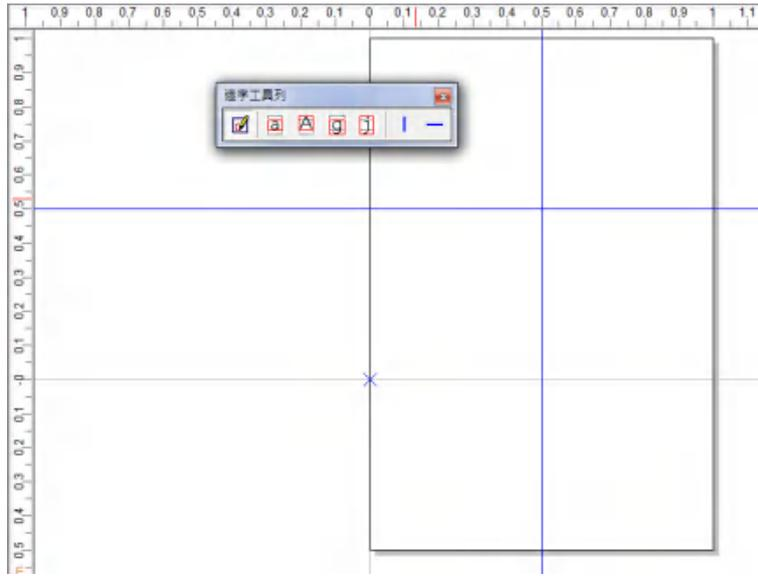
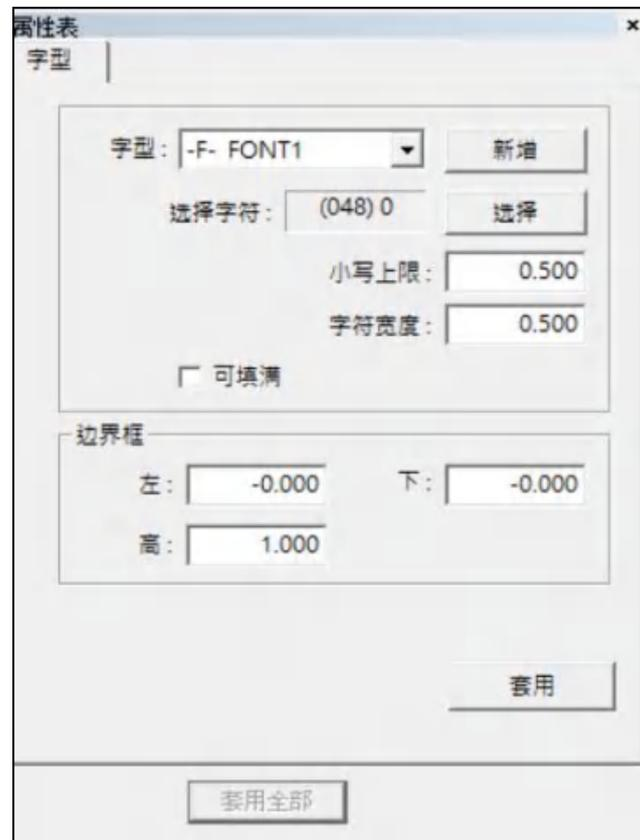

图 12.03
图 12.04
击点工具栏上图标，进入造字模式，如图 12.03。此时左方属性表会出现造字字型属性页，如图 12.04。
a. 造字字型属性页 (参阅图 12.04)